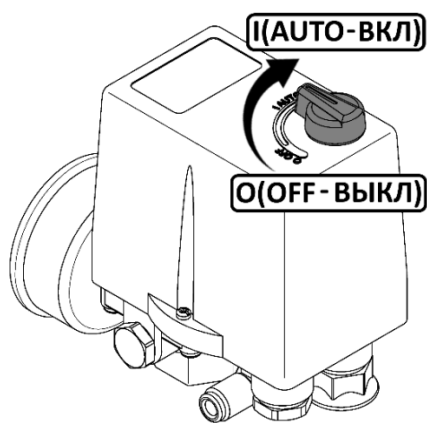

Рисунок 2
- Проверьте, чтобы выключатель на прессостате находился в выключенном положении "OFF" (см. рисунок 2).
- Выключить компрессор выключателем на прессостате. Для этого необходимо переключить выключатель в положение "OFF" (см. рисунок 2). После этого остановится электродвигатель и произойдет сброс давления из нагнетательного воздухопровода, охладителя и компрессорного блока.
7.2.2 При нарушении питания электрической сети, а также при работе с ПВ более 60% возможно автоматическое срабатывание защиты двигателя. Для пуска компрессора после срабатывания защиты выполните следующие действия: после того, как двигатель остынет до допустимой температуры, переключите выключатель на прессостате в положение "OFF" (см. рисунок 2), а затем включите компрессор переключив выключатель в положение "AUTO".